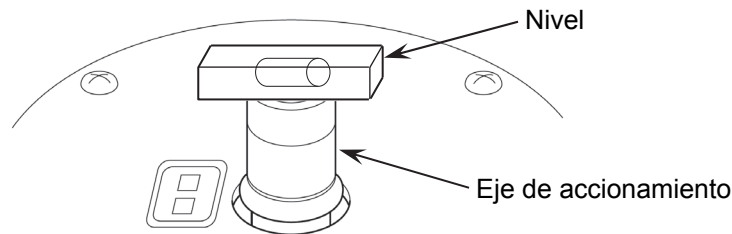

Ilustración 5-3 Colocación del nivel
- (2) Encienda la ultracentrifugadora, abra la puerta de la cámara y, a continuación, apague la alimentación. Si la ultracentrifugadora sigue desenchufada, consulte el apartado 2-5 "Recuperación de emergencia tras fallo de alimentación", retire la cubierta frontal y abra la puerta de la cámara.
- (3) Coloque el nivel incluido con la ultracentrifugadora en el eje de accionamiento de la cámara del rotor y gire los cuatro tornillos de nivelación para ajustar el nivel de la ultracentrifugadora (ilustración 5-3).
- (4) Tras ajustar el nivel, asegúrese de que los cuatro tornillos de nivelación estén correctamente fijados a la superficie sobre la que se encuentra la centrifugadora.